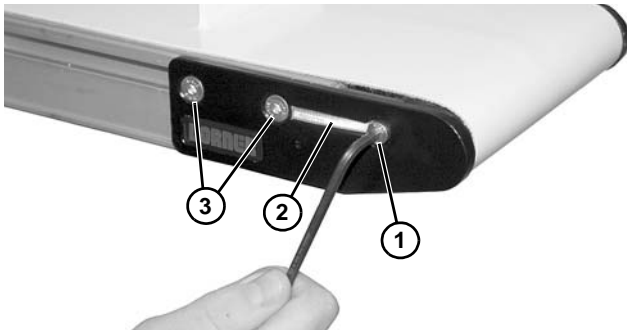

Figura 56
2. En un lado del transportador, quite el tornillo (Figura 56, artículo 1) y extraiga la cubierta antipolvo (Figura 56, artículo 2), si está instalada.
3. Quite los dos tornillos de sujeción (Figura 56, artículo 3).